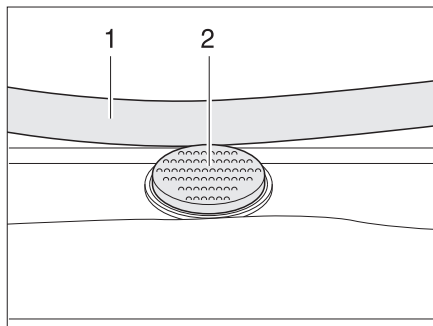

Figura 22 Botón de seguridad en la claraboya inclinable
- Pulsar el botón de seguridad (Figura 22,2) y tirar la horquilla (Figura 22,1) hacia abajo con ambas manos.
- Presionar el estribo hacia arriba con ambas manos hasta que la horquilla se encuentre encima del botón de seguridad (Figura 22,2).